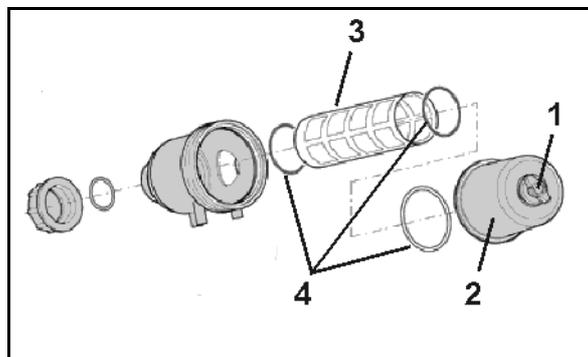

Fig. 126
Rengør sugefilteret (Fig. 126) dagligt efter sprøjtning.
5. Sugefilterets låseskrue løsnes (Fig. 126/1).
6. Dækslet (Fig. 126/2) fjernes.
7. Filterindsatsen (Fig. 126/3) tages ud og rengøres med vand.
8. Hold øje med, om O-ringene (Fig. 126/4) er beskadigede.
Sørg for at o-ringe (Fig. 126/4) monteres korrekt.